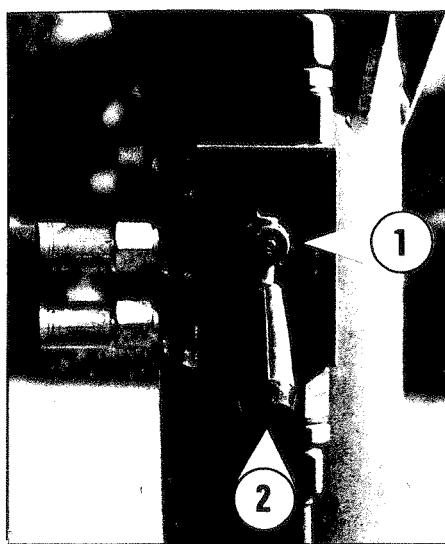

Fig. 3
- 2 - La messa in opera contemporanea degli stabilizzatori si ottiene agendo sulla leva di comando «B» trovandosi le leve dei rubinetti (fig. 3) in posizione 1 (aperto).
- 3 - Per posizionare gli stabilizzatori in modo indipendente portare la leva del rubinetto su cui si intende agire in posizione 1 (aperto) (vedi fig. 3), quindi agendo sulla leva di comando «B» far scendere il martinetto fino a terra. Riportare la leva del rubinetto in posizione 2 (chiuso) e ripetere l'operazione con gli altri martinetti.
**Attenzione:** È obbligatorio chiudere i rubinetti delle valvole (fig. 3) prima di azionare la gru.
- 2 - The simultaneous operation of outriggers is obtained operating the control lever «B» previous positioning tap lever (fig. 3) on 1 (open).
- 3 - For independent operation of the outriggers position the tap lever, of the outrigger to be operated, on 1 (open) (see fig. 3) and then operate the control lever «B», reposition the tap lever on 2 (closed) and repeat the operation with the other outriggers.
**Warning:** It is compulsory to close the valve taps (fig. 3) before using the crane.
- 2 - La mise en fonction contemporaine des stabilisateurs s'obtient en agissant sur le levier de commande «B», les leviers des robinets (voir figure 3) se trouvant en position 1 (ouvert).
- 3 - Pour positionner les stabilisateurs individuellement placer le levier du robinet sur lequel l'on veut agir en position 1 (ouverte) (voir figure 3); agir sur le levier de commande «B», faire descendre le vérin jusqu'à sol. Reporter le levier en position 2 (fermée) et répéter l'opération avec les autres vérins.
**Attention:** Il est obligatoire de fermer les robinets des valves (figure 3) avant de manoeuvrer la grue.
- Die gleichzeitige Bedienung der Stützen wird mit dem Steuerhebel «B» betätigt. Die Hebel der Absperrhähnen (siehe Fig. 3) befinden sich in Pos. 1 (offen).
- Beim Ausfahren einer Abstützung muss der Hahnen der betreffender Stütze auf Pos. 1 (offen) (siehe Fig. 3) stehen; den Hebel «B» betätigen und die Stütze bis auf den Boden ausfahren. Nachher Hebel auf Pos. 2 (schließen). Den gleichen Vorgang für die andern Zylinder.
**Achtung:** Es ist wichtig die Hebeln zu schliessen (Fig. 3) bevor der Kran in Betrieb genommen wird.